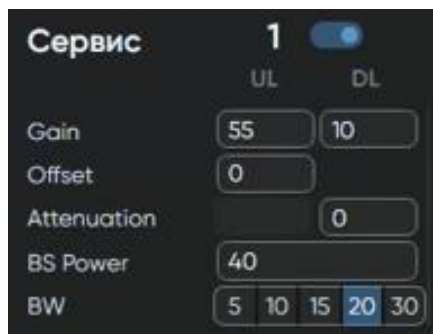

Рисунок 30 — Поле «Gain» для блока FSC
3.11.3.6. В каждом сервисном канале в поле **Gain** задается усиление сигнала для направления UL и DL (рис. 30). По умолчанию необходимо выставить значение UL — 50 дБ. После запуска всех блоков в линии ретрансляции и получении статистических данных с БС о качестве работы сети, откорректировать усиление UL при необходимости до оптимальных